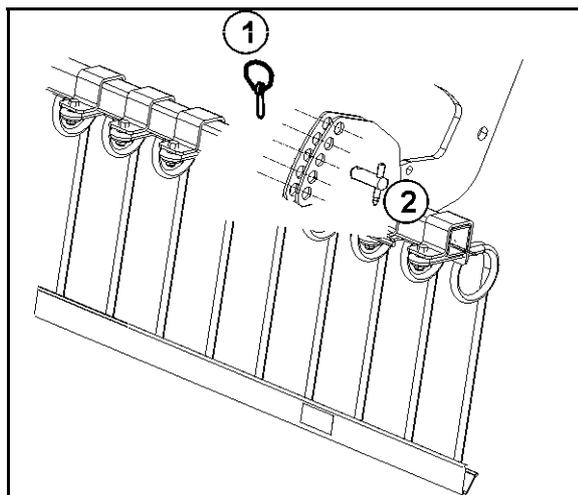

Fig. 40
2. Desserrez la goupille d'arrêt (Fig. 40/1).
3. Insérez l'axe de réglage (Fig. 40/2) dans la position souhaitée.